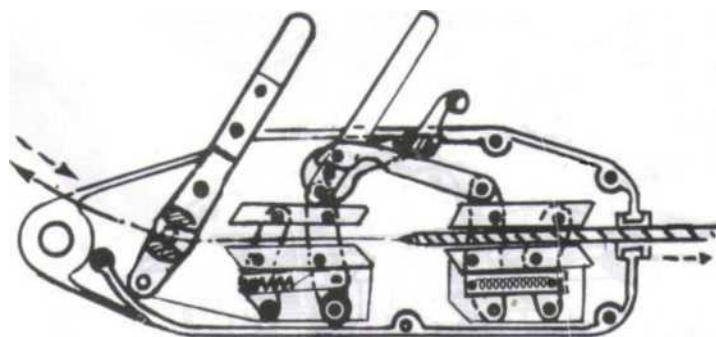

Рис.1 Конец троса входящий и выходящий.
1. Вставка троса. (Рис.1) Опустите конец троса и нажмайте на рычаг вперед-назад. Когда Вы услышите щелчок, это значит, что захваты свободны. Теперь вы можете протянуть трос через нижнее отверстие лебедки.
(3) Остановить. Всякий раз, когда вы поднимаете или опускаете груз, можно в любой момент зафиксировать его в нужном положении, для этого нужно нажать рычаг остановки.
(4) Вытащить трос из лебедки. (Рис.1) В конце работы зубцы захватов раскроются сразу же, как только вы нажмете освобождающий рычаг, а затем трос выйдет из нижнего отверстия лебедки.